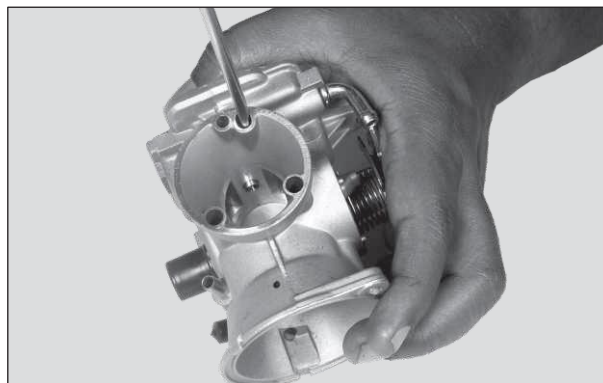

Fig.4.21
- Retire el surtidor de aire ubicado en el extremo del carburador que mira a la caja del filtro de aire. (Fig. 4.21)